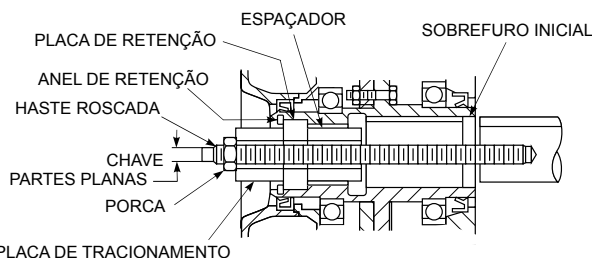

Figura 3
acoplamento e o eixo acionado. Uma haste roscaada e uma placa de tracionamento são necessárias para puxar o acoplamento sobre o eixo acionado, veja a Figura 3. Consulte as dimensões da haste roscaada e da placa de tracionamento na Tabela 2. **ATENÇÃO:** A placa de tracionamento não é necessária para o Tipo HFN.
- Monte o espaçador, a placa de retenção e o anel de retenção (consulte a Tabela 5, pág. 5 para obter o número do anel de retenção) no eixo oco do acoplamento hidrodinâmico, Figura 3. O espaçador deve estar devidamente assentado contra a placa de retenção.